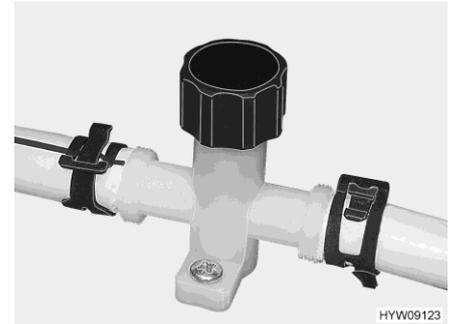

Fig. 172 Rubinetto di scarico (tubatura dell'acqua)
- Chiudere i rubinetti di scarico. A tal fine, ruotare in senso orario il coperchio del rubinetto di scarico (Fig. 172).